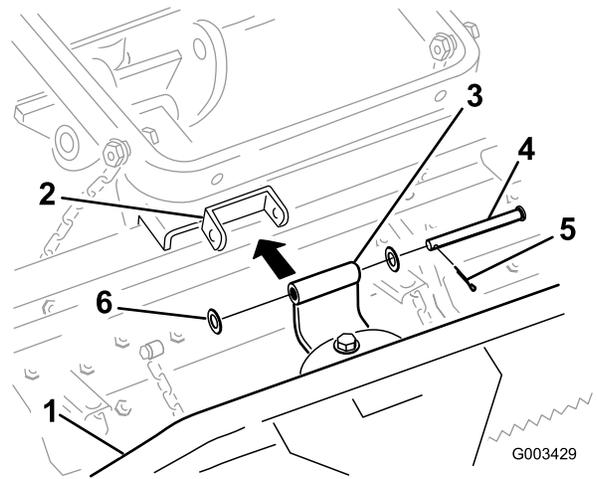

Figura 4
2. Ligue o suporte de articulação ao ancinho dentado como se mostra na Figura 4.